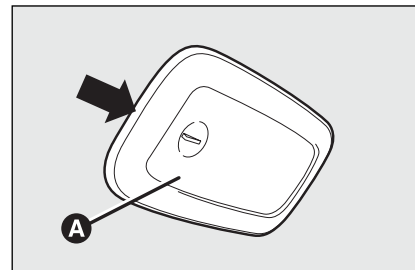

fig. 38
- maak het plafondlampje **A-fig. 38** op het door de pijl aangegeven punt los;